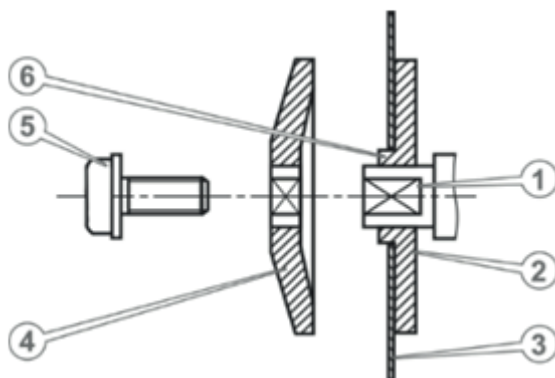

Рисунок 2. Схема встановлення циркулярного диска.
1. Встановити внутрішній фланець (2, рис. 2) з посадкової сходинки (6, рис. 2) на вал редуктора (1, рис. 2).
2. Встановити на вал циркулярний диск (3, рис. 2) у такий спосіб, щоб виступ внутрішнього фланця увійшов в отвір циркулярного диска.
3. Встановити на вал тарілчасту шайбу (4, рис. 2).
5. Надійно затягнути притискний болт (5, рис. 2).